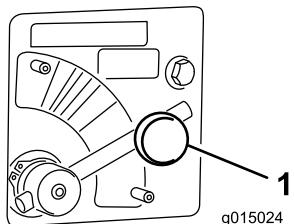

Figura 6
1. Allentate la manopola che fissa la leva della valvola dello spargitore (Figura 6).
2. Ruotate la leva della valvola dello spargitore sul colore desiderato (Figura 6).
Spostate la leva della valvola dello spargitore sulla sezione **BLU** (VELOCITÀ MAX) (Figura 6). La leva deve trovarsi in posizione orizzontale quando girata completamente in senso orario.